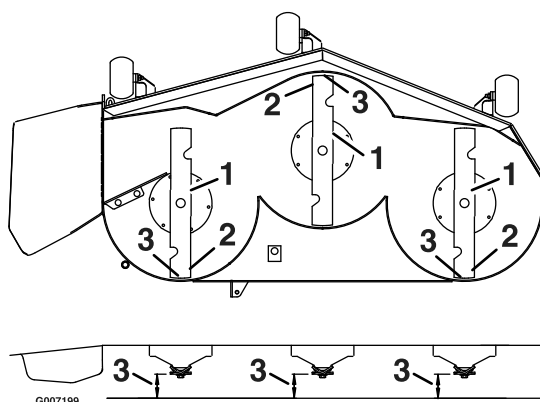

Figura 60
3. Gire cuidadosamente las cuchillas colocándolas en el sentido de avance de la máquina (Figura 60).
4. Mida entre la punta de la cuchilla delantera y la superficie plana y entre la punta de la cuchilla trasera y la superficie plana (Figura 60).